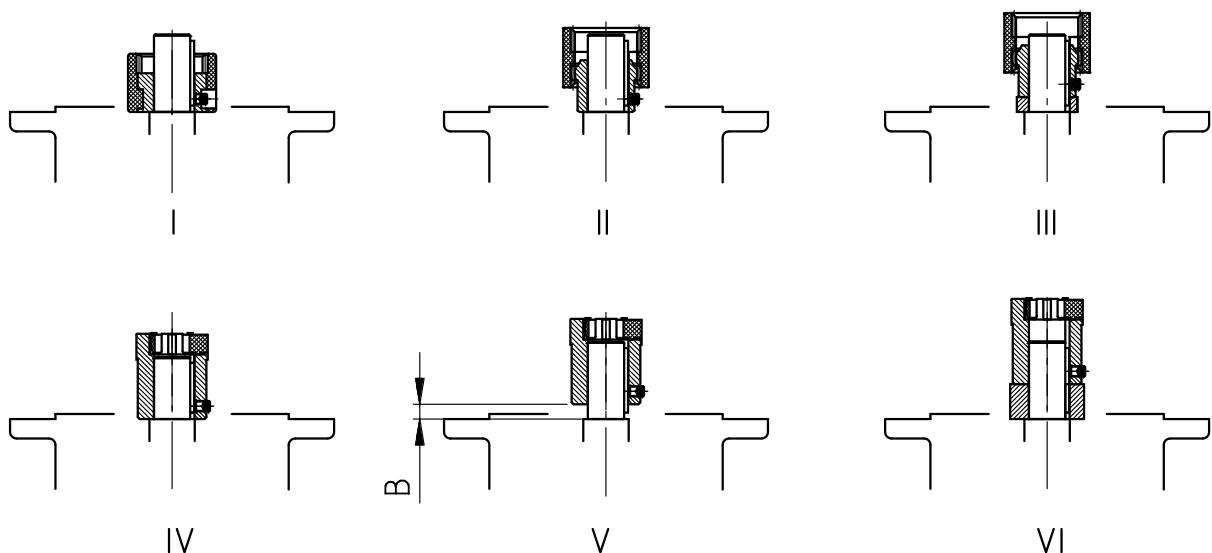

図 16: さまざまなカップリング構造におけるカップリングのモータシャフトへの取り付け
3. カップリングハーフをモータシャフト上に取り付け、モータの平行キーがカップリングハーフの溝の中にかみ合うようにします。モータメーカーの指示に従って、カップリングハーフを締め付けます。標準ヘリカルギヤユニットでは、カップリングハーフとカラーの間の寸法 B に注意してください ("図 16"を参照)。一部の NEMA アダプタでは、貼り付けられているラベルに記載の指示に従ってカップリングの位置を調整してください。
4. 同梱の平行キー ("図 16: さまざまなカップリング構造におけるカップリングのモータシャフトへの取り付け"を参照) を取り付けます。
8. モータをアダプタに取り付けます。その際、付属のクラウンギヤまたは添付のギヤスリーブも取り付けます (図 16: さまざまなカップリング構造におけるカップリングのモータシャフトへの取り付けを参照)。アダプタ AN360TC および AN400TC では、最初にアダプタフランジをモータに固定してから、モータをアダプタにネジで止めます。